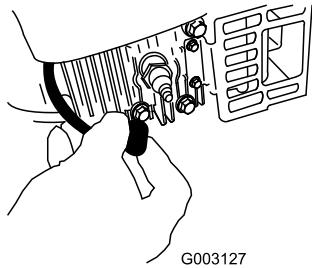

Figura 34
- Desconecte el cable de la bujía (Figura 34) antes de realizar cualquier procedimiento de mantenimiento.